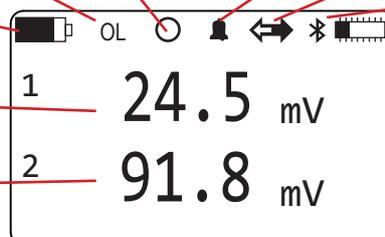

Abbildung 7
- Schalten Sie das Gerät ein, dazu die Taste ① drücken und halten, bis auf dem Display **Leistung Ein** erscheint. Der Bildschirm **Messdaten** (siehe Abbildung 7) erscheint.
Ausgehend vom Bildschirm **Messdaten** (siehe Abbildung 7) drücken Sie zwei Mal auf \blacktriangleright .